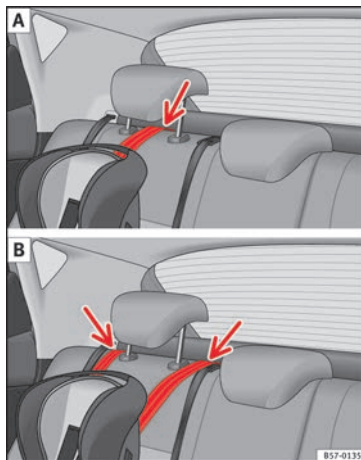

Fig. 33 Sangle de fixation : réglage et montage en fonction de la ceinture Top Tether.
- Placez la courroie sous l'appuie-tête du siège avant » **fig. 33** (en fonction des instructions du siège, relevez ou retirez l'appuie-tête si nécessaire).